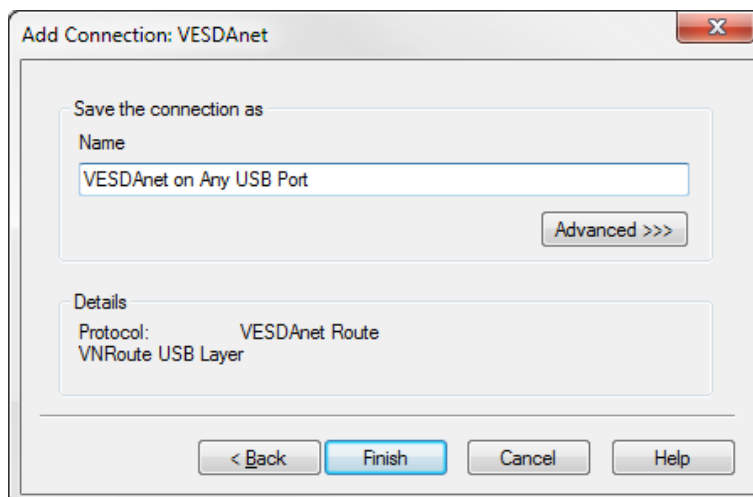

Рис. 5-4: Ввод имени подключения
- Введите уникальное имя для подключения или примите предварительно созданное имя, а затем нажмите кнопку **Finish** (Готово) (Рис. 5-4).